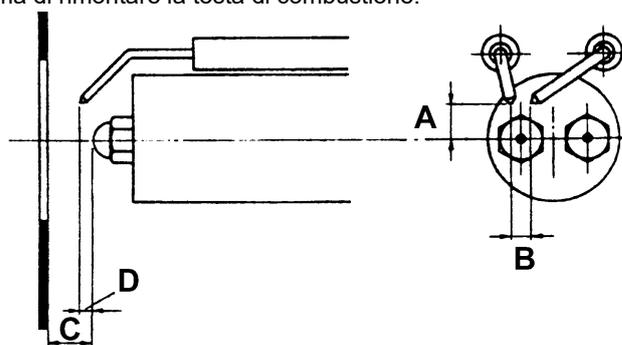

Fig. 12
Al fine di garantire una buona accensione è necessario che siano rispettate le misure indicate in Fig. 12.
- 5 estrarre gli elettrodi e sostituirli facendo riferimento alle quote riportate in Fig. 12.